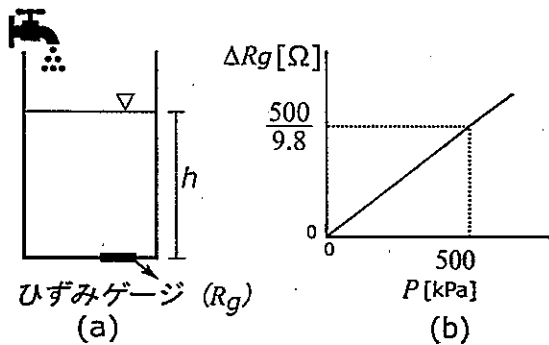
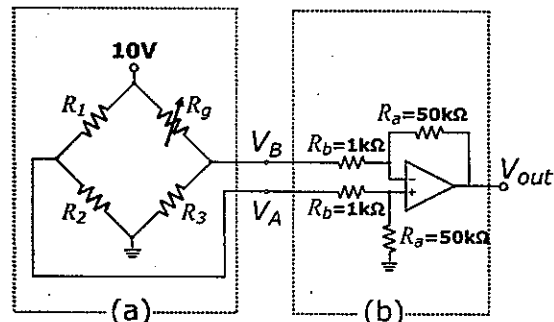

図1 水位測定システム
図2 システムの回路
上部が開放されたステンレス製の貯水槽の底にひずみゲージを配置して、流入する水(密度  $\rho = 1000[\text{kg}/\text{m}^3]$ )の水位  $h[\text{m}]$  を測定する(図1(a))。貯水槽に水が流入することで、その底部の圧力  $P[\text{kPa}]$  が増加し、それに伴ってひずみゲージの抵抗  $R_g = R_0 + \Delta R_g[\Omega]$  も増大する。抵抗  $R_0$  は、底部の圧力  $P = 0[\text{kPa}]$  のときのひずみゲージの抵抗である( $\Delta R_g = 0[\Omega]$ ,  $R_g = R_0[\Omega]$ )。底部の圧力  $P = 500[\text{kPa}]$  のときの  $\Delta R_g$  は  $500/9.8[\Omega]$  ( $R_g = R_0 + 500/9.8[\Omega]$ ) である(図1(b))。この抵抗の変化を、図2の回路を用いることで電圧出力  $V_{out}[\text{V}]$  に変換し、 $h[\text{m}]$  を計測、記録することを試みた。次の問いに答えよ。
- 問1 図2(a)の回路について、 $R_1 = R_2 = R_3 = R_g$  のときの本図(b)の回路への入力電圧  $V_{in} = V_A - V_B[\text{V}]$  を求めよ。また、 $R_g$  の増加に伴う  $V_{in}$  の増減について説明せよ。
- 問2 図2(b)の回路の使用目的と使用理由を説明せよ。